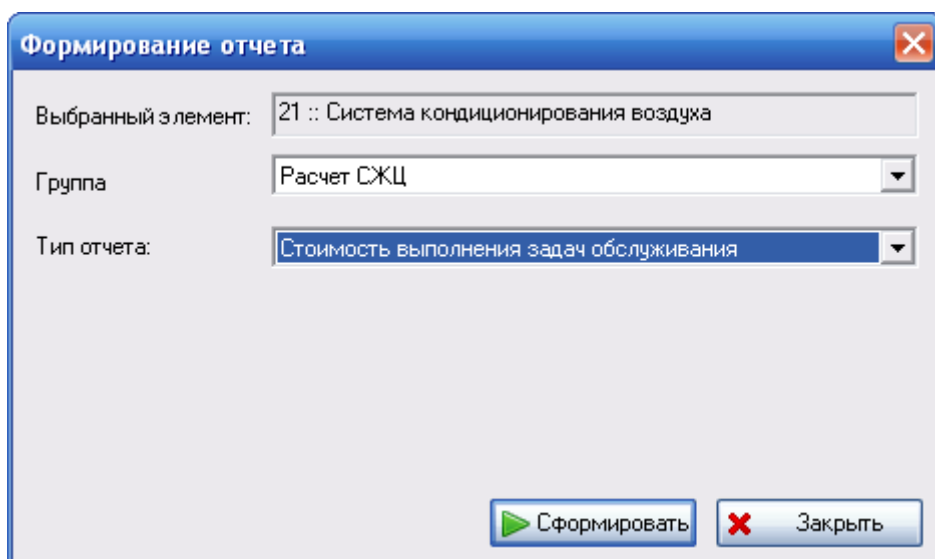

Рис. 8-15
- При выборе типа отчета «Стоимость выполнения задач обслуживания» окно **Формирование отчета** не содержит дополнительных полей (рис. 8-15).